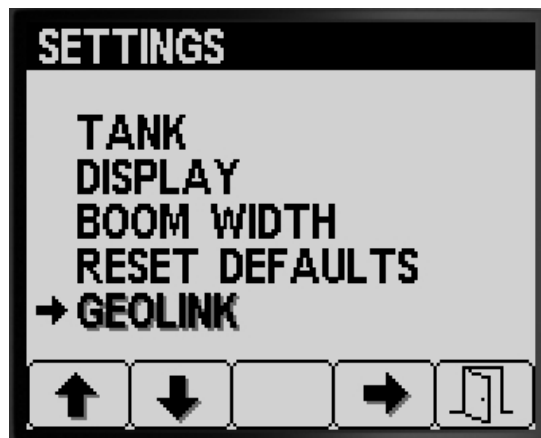

Figure 36
1. Appuyez sur le bouton 1 ou 2 de l'écran RÉGLAGES jusqu'à ce l'option GEOLINK soit atteinte (Figure 36).
2. Appuyez sur le bouton 4 pour sélectionner l'option GeoLink (Figure 36).